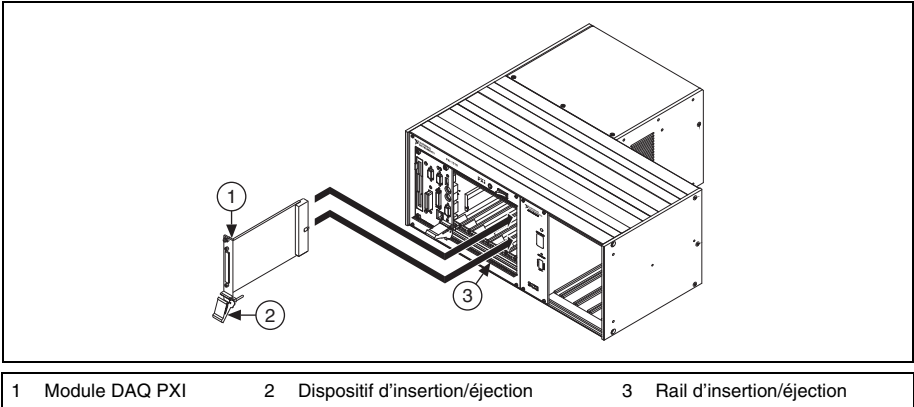

Figure 5. Installation du module PXI dans un nouveau châssis
2. Placez les bords du module dans les guides de module PXI inférieur et supérieur, comme illustré sur la figure 5.